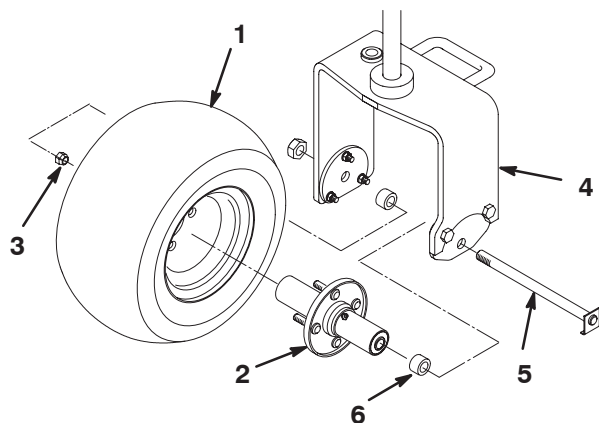

Figure 2
1. Montez le moyeu sur la jante de la roue arrière au moyen de 4 écrous (Fig. 2). Serrez les écrous à 95–122 Nm.
2. Déposez le boulon et le contre-écrou des trous de montage de la roue dans la chape de roue arrière (Fig. 2).
5. Placez la courbe de la tête de boulon sous le bord inférieur de la plaque adaptatrice (Fig. 2). Posez et serrez le contre-écrou de fixation de la roue dans la chape. Ne serrez pas excessivement le contre-écrou car la roue doit pouvoir tourner librement.